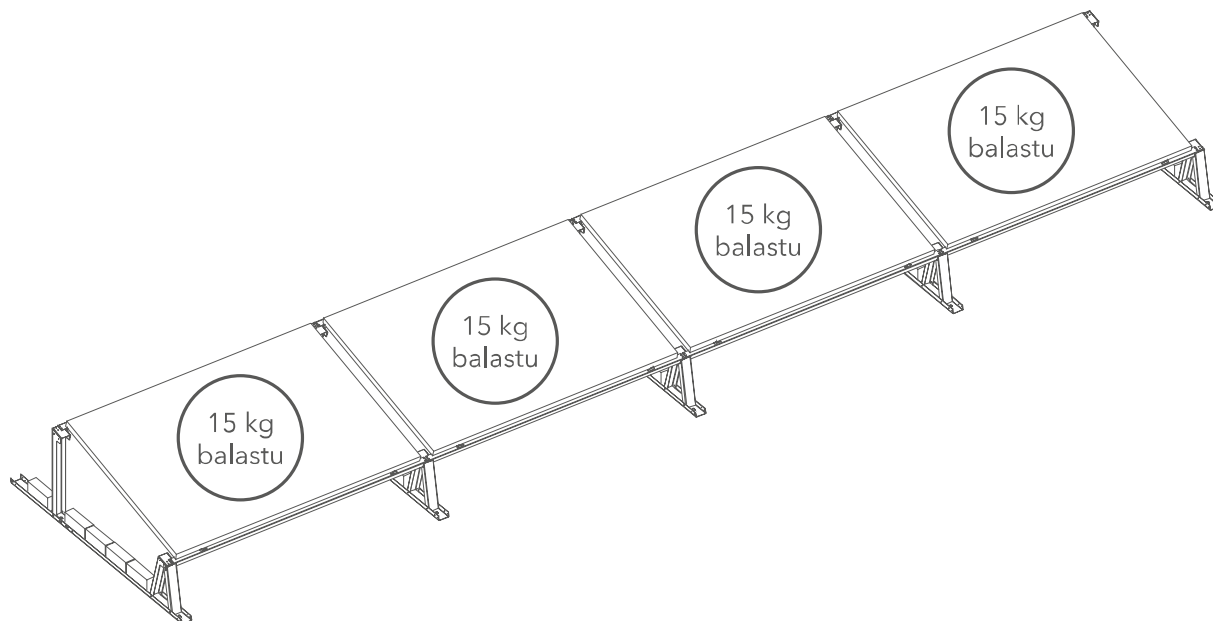

Abb. 6. Verteilung des Ballasts auf eine Reihe von Photovoltaik-Panels
- 5** Die gesamte Konstruktion sollte mit Betonsteinen belastet werden. Die Steine sollten auf der Grundlage des montageformen Dreiecks platziert werden. Wenn nur eine Reihe von Photovoltaik-Panels vorhanden ist, beträgt das Gewicht des Ballasts pro Panel 15 kg (Abb. 6).